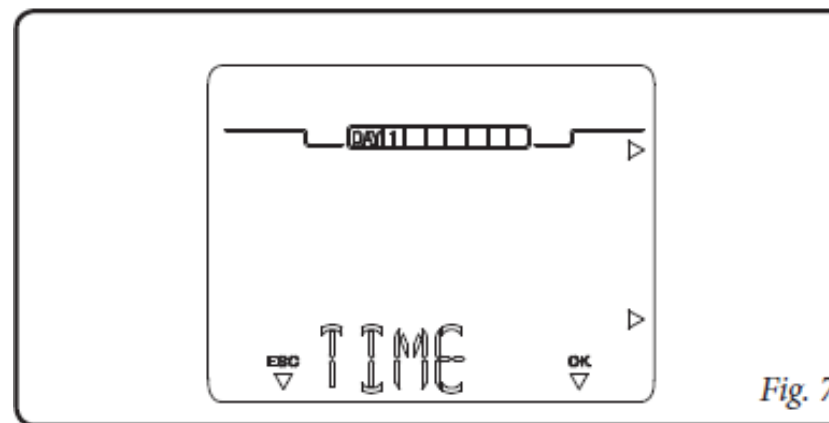

Fig. 7
- **Режим «off».** В этом режиме не обеспечивается функция защиты от замерзания в помещении (остается активной функция защиты котла от замерзания). Пульт CAR^{V2} выключен, но на него подается питание и, следовательно, он сохраняет введенный в память график и программы (рис.7).